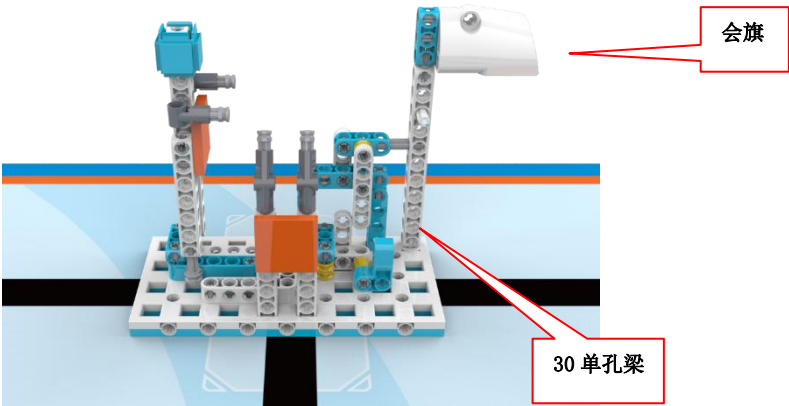

图 8 初始状态
3.4.1 场地某个任务区固定一个演讲台，上面有一位演讲员和会旗，如图 8。